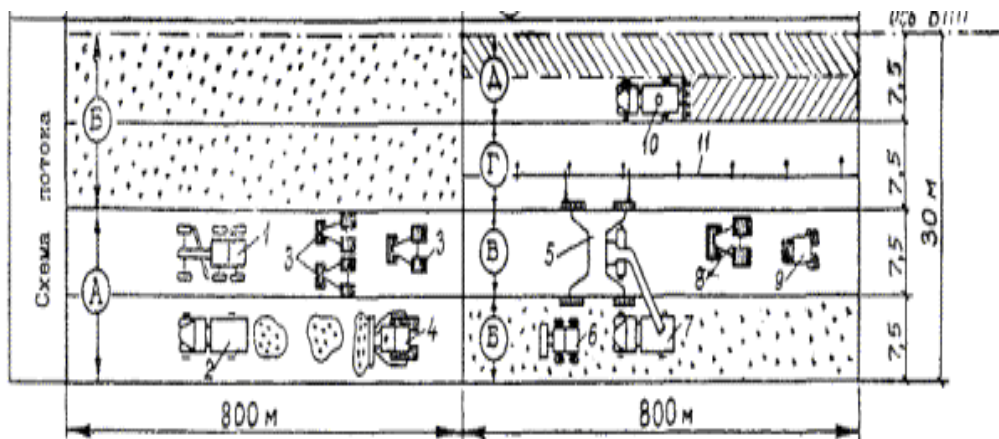

Рис. 12
18. На каких захватках работает автогрейдер рис. 12, если